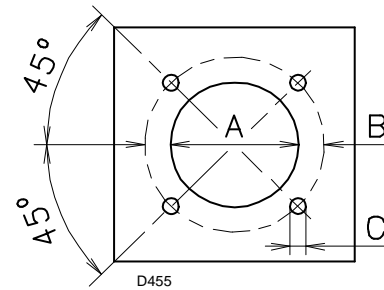

Fig. 12
Percer la plaque de montage de la chambre de combustion comme illustré sur la Fig. 12. La position des orifices filetés peut se marquer en utilisant le joint de tête fourni avec le brûleur.
- Placer le brûleur sur le trou de la chaudière (exécuté au préalable, voir Fig. 12), et le fixer à l'aide des vis fournies comme équipement standard.